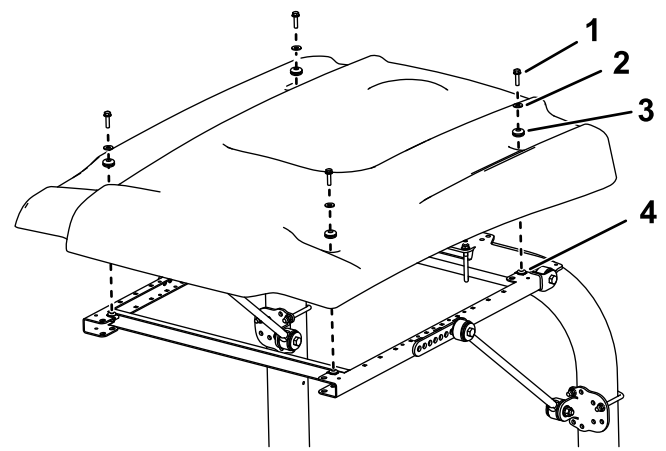

Figura 46
9. Alinee los taladros de montaje y posicione el toldo sobre el bastidor, según se muestra en Figura 46.
10. Sujete provisionalmente cada esquina del toldo al bastidor con un perno con arandela prensada (5/16" x 1 1/4"), una arandela pequeña y un anillo de goma (Figura 46).